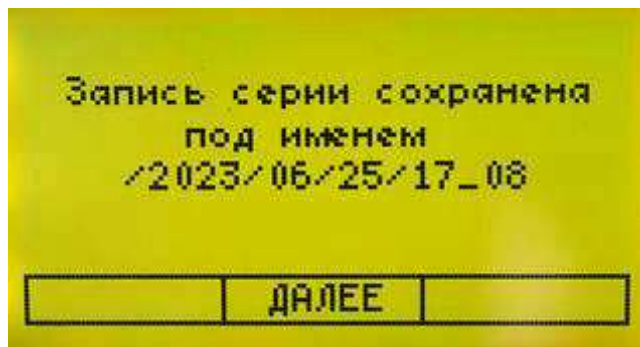

Рисунок 12 — Запись серии
9.2.2. В окончании серии измерений нажмите функциональную кнопку «Завершить». Прибор СБ-1 укажет на дисплее имя и расположения сохраненного файла с записью серии (рисунок 12), после чего – откроет сформированную запись (см. п. 9.4.2. Просмотр записи).